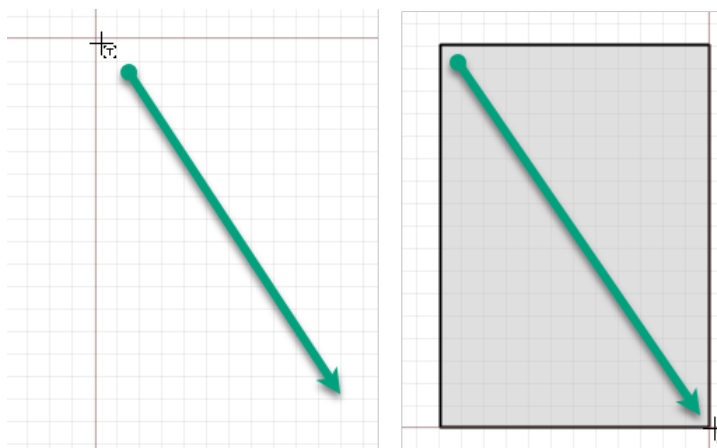

Рис. 70 Размещение колонки текста отчетов
3. Переместите курсор, Рис. 70.